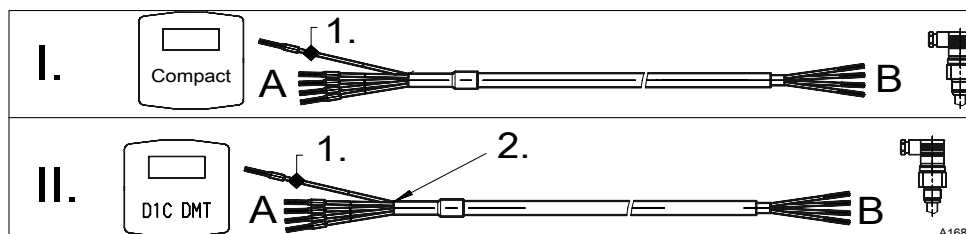

Abb. 2: Anschluss der Messleitung
rot an Compact Regler:	Abschirmung (1) wird an den ProMinent Compact-Regler angeschlossen, I A in Abb. 2
rot an D1Ca, DMTa	Abschirmung (1) wird bei (2) abgeschnitten und nicht an den D1Ca oder DMTa angeschlossen, II A in Abb. 2
Elektrischer Anschluss, abgeschirmte Messleitungen an Sensoren mit DIN-4-poligen-Stecker in Abb. 2 I B, II B